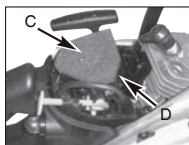

Fig. 15B
2. Tirare fuori il filtro dell'aria (C) dalla scatola dell'aria (D) (Fig. 15B).